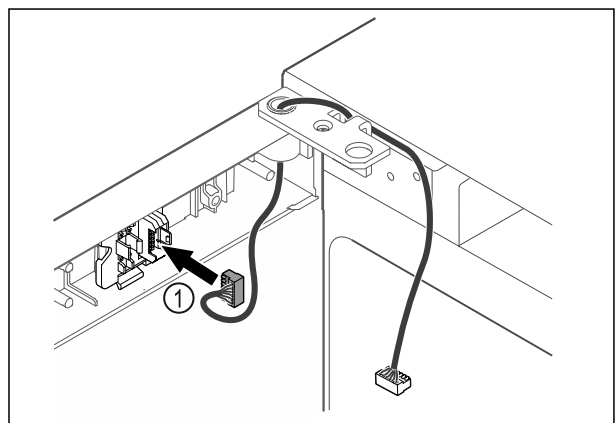

Fig. 39
- Insérer le connecteur Fig. 39 (1) dans le support.